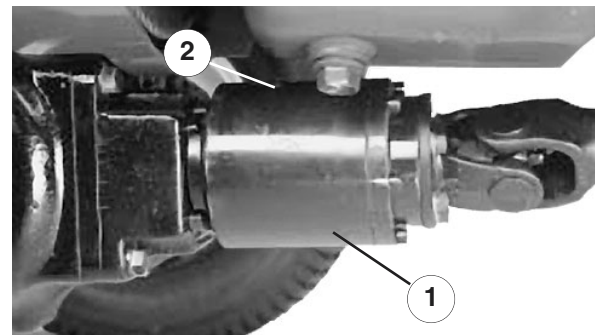

Figure 53
3. Tournez l'embrayage pour que le bouchon de vidange soit en bas (Fig. 53).